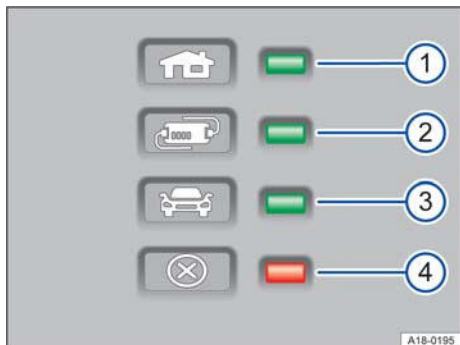

Fig. 2 Spie integrate nel dispositivo di protezione del cavo di ricarica
Con il dispositivo di protezione elettronico → fig. 2 il connettore di ricarica rimane senza corrente finché non viene inserito nella presa del veicolo.
Una o più spie → fig. 2 ①, ② o ③ si accendono in verde.
Spia → fig. 2	Significato
① Acceso	Cavo di ricarica collegato alla corrente di rete.
①, ② accese, ③ lampeggia	La batteria ad alto voltaggio viene ricaricata.
①, ② e ③ accese	Ricarica terminata. La batteria ad alto voltaggio è stata ricaricata.
**i** I cavi di ricarica forniti in dotazione al di fuori della Norvegia, spesso non possono essere utilizzati in Norvegia per ricaricare da una presa di corrente di rete. La spia → fig. 2 ① non ha alcuna indicazione a causa del diverso sistema di alimentazione.